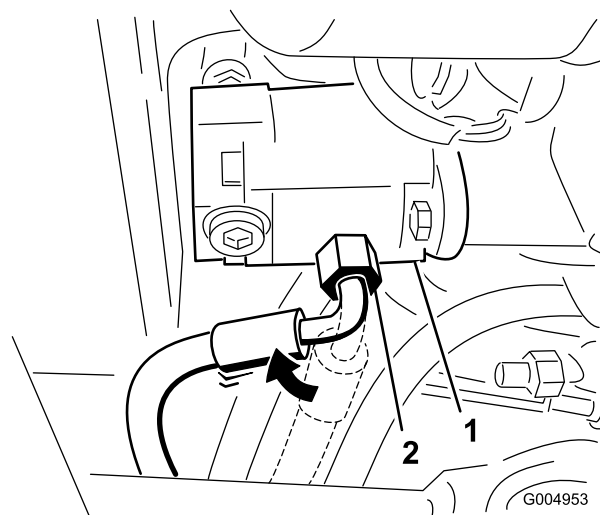

図 43
5. ポンプについている圧力側ホース用のフィッティングをゆるめて45度回転させ、車体前方を向ける 図 43。
注 図 43 は、トラクションユニットを下から見た図です。